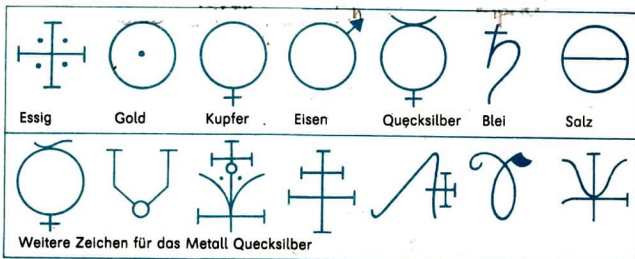

Abb. 39 Chemische Zeichen der Alchimisten
■ Das Element Eisen ist die Atomart, deren Atome im Atomkern 26 Protonen haben. ① ②
① Was verstehst du unter a) dem Element Magnesium, b) dem Element Zink? Benutze Tabelle 4!
②\* Einige Alchemisten, die im Mittelalter verschiedene Stoffe untersuchten, wollten aus Metallen wie Blei oder Zinn durch Zugabe anderer Stoffe Gold gewinnen. Beurteile dieses Vorhaben aufgrund deiner Kenntnisse über den Bau der Atome von Metallen!
**Entwicklung der Zeichensprache der Chemie.** Schon die Alchemisten, die sich im Mittelalter mit der Untersuchung von Stoffen und Stoffumwandlungen befaßten, haben ihre Beobachtungen in kurzer Form niedergeschrieben. Sie benutzten bereits im 16. Jahrhundert **Zeichen** für einzelne Stoffe. Diese Zeichen waren sehr unterschiedlich, weil sie zugleich der Geheimhaltung der Erkenntnisse dienen sollten (Abb. 39).